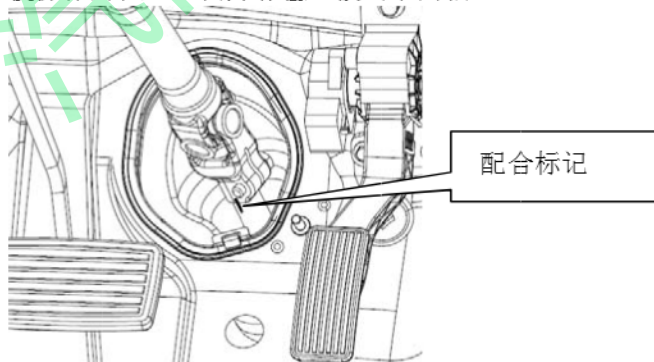

图 4-8
①在中间轴下端与转向器输入轴配合处做好配合标记，如图 4-8 所示。
②此时可以套上转向盘转动，使螺栓处于方便操作的位置，松开螺栓，拔出中间轴。